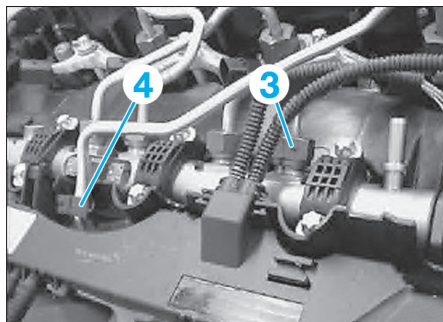

Fig. 57
- Retirer l'écrou-raccord de la rampe haute pression (3) (Fig.57).
- Veiller au positionnement correct du bloc caoutchouc (4) et de la protection antifrottement sur la conduite haute pression (Fig.57).